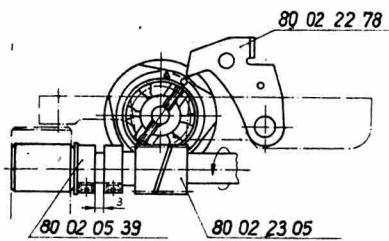

рис. 3
3. При сборке механизма управления следует обратить внимание на то, что задний контактный рычаг показывает на круглообразную маркировку «о», находящуюся на лобовой стороне пакета швов (см. рис. 3).